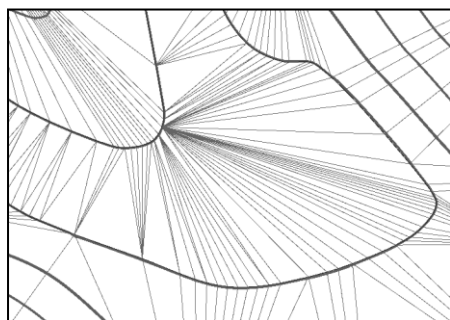
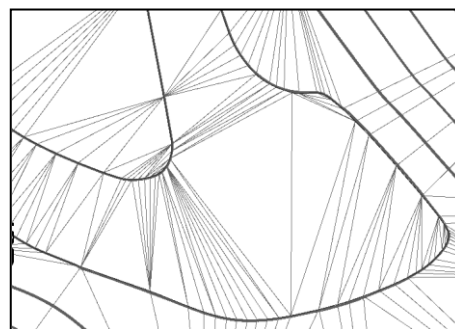

Рис. 21
Рис. 22
- **Вдоль структурных линий.** Для учета структурных линий в построении поверхности установка опции **Упорядочить ребра** обязательна. В этом случае ребра треугольников будут упорядочены вдоль структурных линий. При выборе **Не упорядочивать ребра**, расчет горизонталей может оказаться некорректным, особенно в тех местах, где структурные линии имеют закругления. Для примера: на рис. 21 — результат расчета с опцией **Упорядочить ребра**, горизонтالي укладываются вдоль структурных линий, и рис. 22 — с опцией **Не упорядочивать ребра**, на закруглениях структурных линий расчетные горизонтали могут отходить от них. Для исправления последнего расчета потребуется дополнительное время.